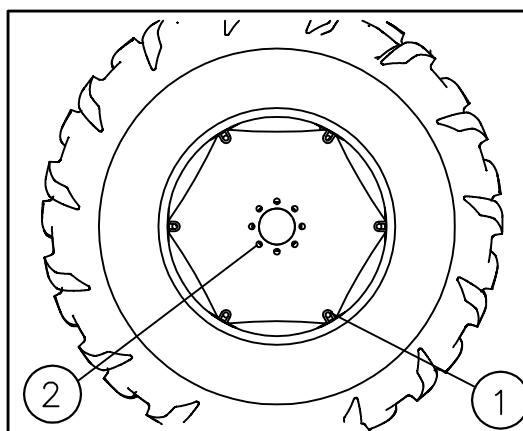

Fig. 4-23
Zategnite zavrtnje i navrtke (1) (Fig. 4-23) koje fiksiraju obruč na disk sa 240 Nm i one (2) koje fiksiraju na glavčinu točka na 280 Nm. Uvek proveravajte pritisak u guma
Širine traga koje se mogu dobiti sa razliitim tipovima guma (tabela 4.3) Fig 4.23